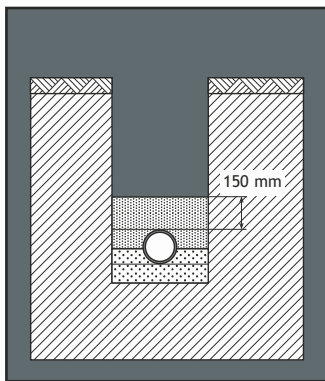

Fig. 7
- On peut ajouter une couche de 150 mm compactée à la machine si l'engin n'agit pas directement sur la génératrice supérieure du tube. (fig. 7)